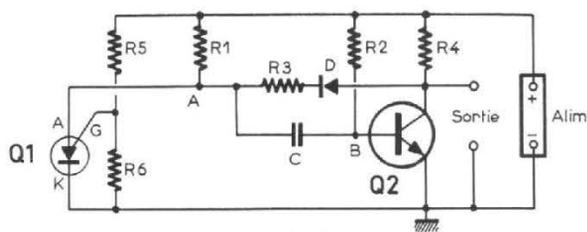

Fig. 1
Le montage très original et particulièrement intéressant a été proposé par Glen Coers de la Société Texas à Dallas, Texas (U.S.A.), dans la revue « Electronics », page 171 du 18 janvier 1973. Le schéma de ce montage est indiqué à la figure 1 et nous donnons immédiatement la valeur des éléments composants : Q_1 = transistor unijonction programmable (dit PUT) type A7T6027, Q_2 = transistor NPN type TIS97, D = diode 1N4148, les trois semi-conducteurs étant de la marque Texas. Résistances : $R_1 = 330 \text{ k}\Omega$, $R_2 = 680 \text{ k}\Omega$, $R_3 = 150 \text{ k}\Omega$, $R_4 = 15 \text{ k}\Omega$, $R_5 = 68 \text{ k}\Omega$, $R_6 = 68 \text{ k}\Omega$.
comprend des grandeurs qu'il faut mesurer si la documentation du fabricant ne les indique pas. Voici un exemple de calcul avec $f = 1 \text{ Hz}$, fréquence très basse, pour laquelle le montage de la figure 1 (A) a été étudié primitivement.